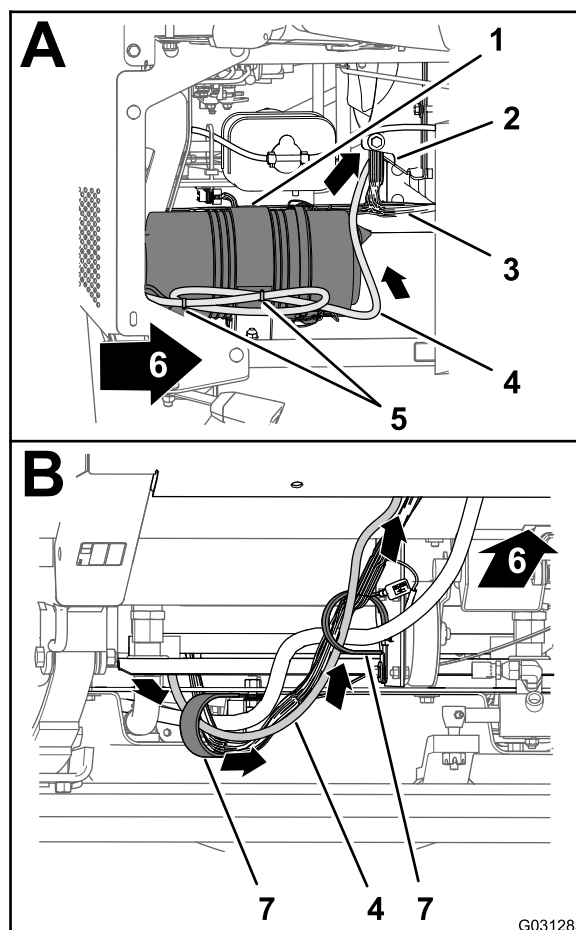

Figure 174
1. Sur le côté droit du compartiment moteur, acheminez la branche de 220 cm du faisceau de données vers l'avant du filtre à air du moteur et vers le bas en direction du coin inférieur droit du radiateur (Figure 174).
2. Acheminez la branche de 220 cm du faisceau de données vers l'avant et à travers les 2 colliers en R au bas de la machine (Figure 174).